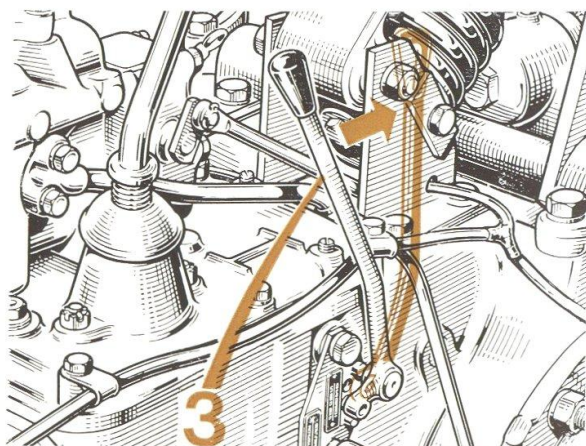

FIG. 22
- Enclencher d'abord le levier de commande des prises de force arrière comme il est écrit plus loin (fig. 22).
- Amener la manette de commande de la prise de force ventrale (1) vers le haut.